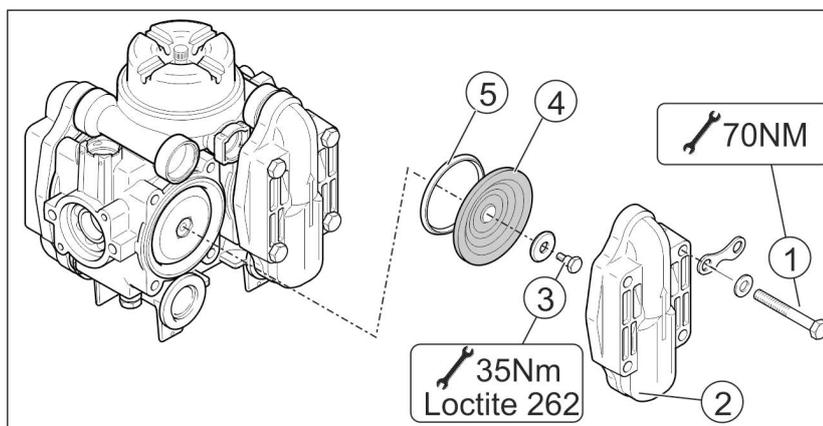

Fig. 202
Av og til må du kontrollere at spjeldet (Fig. 202/7) sitter godt.
- Det gjør du ved å trykke spjeldet så langt inn i dyseholderen (Fig. 202/2) som mulig, med et moderat trykk med tommelen.
1. Dysefilteret (Fig. 202/1) monteres i dyseholderen (Fig. 202/2) nedenfra.
2. Dysen (Fig. 202/3) settes inn i bajonettmutteren (Fig. 202/4)
3. Legg inn en gummipakning (Fig. 202/5) over dysen.
Avleiringer i membransetet (Fig. 202/6) er årsaken til at dysen **drypper** når bommene er frakoblet. I så fall må membranene rengjøres på følgende måte:
1. Spjeldet (Fig. 202/7) trekkes ut av dyseholderen (Fig. 202/2) i retning av bajonettmutteren.
2. Ta ut fjærelementet (Fig. 202/8) og membranen (Fig. 202/9).
3. Rengjør membransetet (Fig. 202/6).
Sørg for at fjærelementene monteres i riktig retning. Kantene på høyre og venstre side av huset til fjærelementet (Fig. 202/10) skal peke mot bomprofilen når elementet monteres.